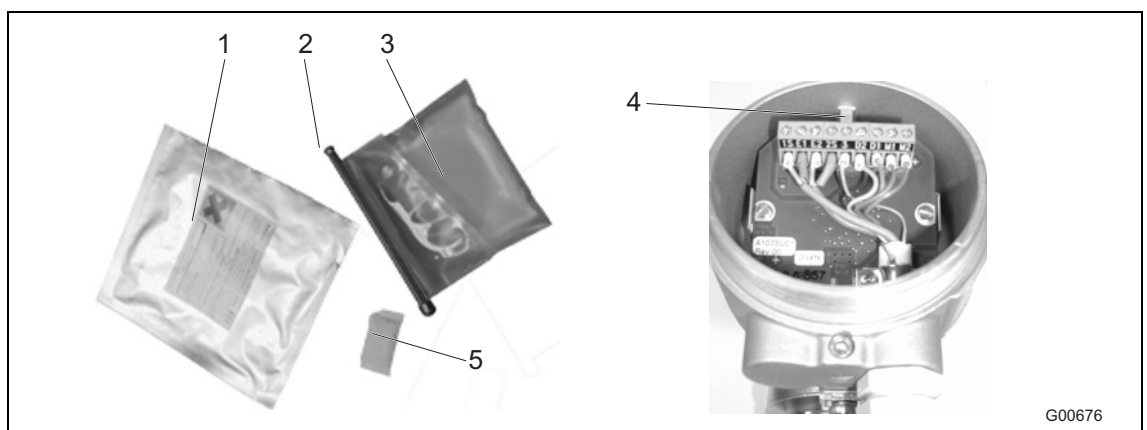

图 37
- 接线盒不得接线过多。O 型圈和垫片 / 凹槽不得沾上封装胶（参见图 图 37）